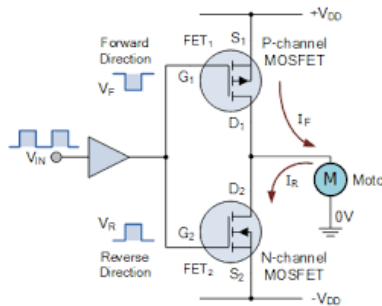

Figura 02. Circuito con Mosfet para control bidireccional de un motor
**5.2 Circuito con Mosfet para control bidireccional de un motor.-** Simular el circuito de la figura 02 en Proteus, aplicar la forma de onda cuadrada presentada y verificar que el circuito controla de manera bidireccional el motor de corriente continua.
**1.1 Circuito inversor con MOSFET.-** Simular el circuito de la figura 02 en Proteus, ensamblar el circuito en Protoboard y verificar que se produce la transformación a la salida del transformador.